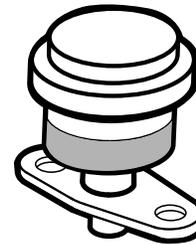

Figura 34
Effettuate la manutenzione del filtro primario dell'aria solo quando la spia (Figura 34) lo richiede. Sostituendo il filtro dell'aria prima del necessario si aumenta il rischio
1. Controllate la spia di ostruzione del filtro. Se la spia è rossa, è necessario sostituire il filtro dell'aria (Figura 34).